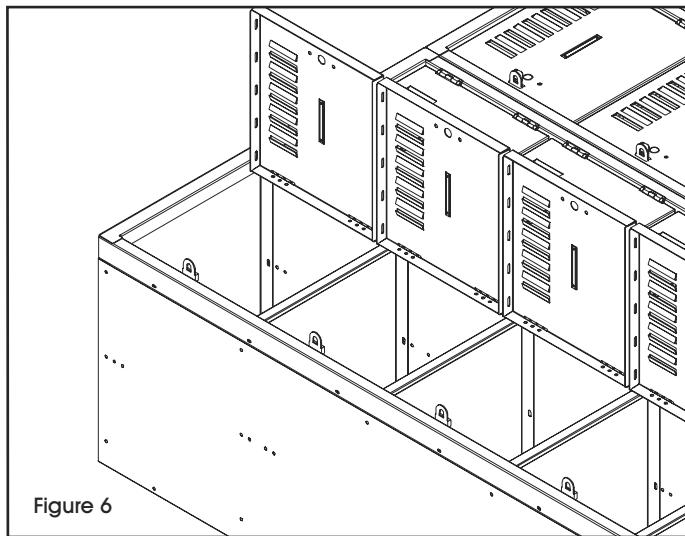

Figure 6
- Si vous montez une unité de trois éléments de large à côté d'une autre unité, installez temporairement un boulon et un écrou dans le troisième et le sixième trous vers le bas à partir du haut du ou des cadres extérieurs qui se joindront au(x) cadre(s) de casier adjacent(s). (Voir Figure 6) Le cadre du casier du centre peut être complètement boulonné. Si le casier est une unité autonome de trois éléments de large, terminez en fixant les cadres à l'aide de 38 boulons et écrous. Vérifiez et serrez tous les boulons permanents.